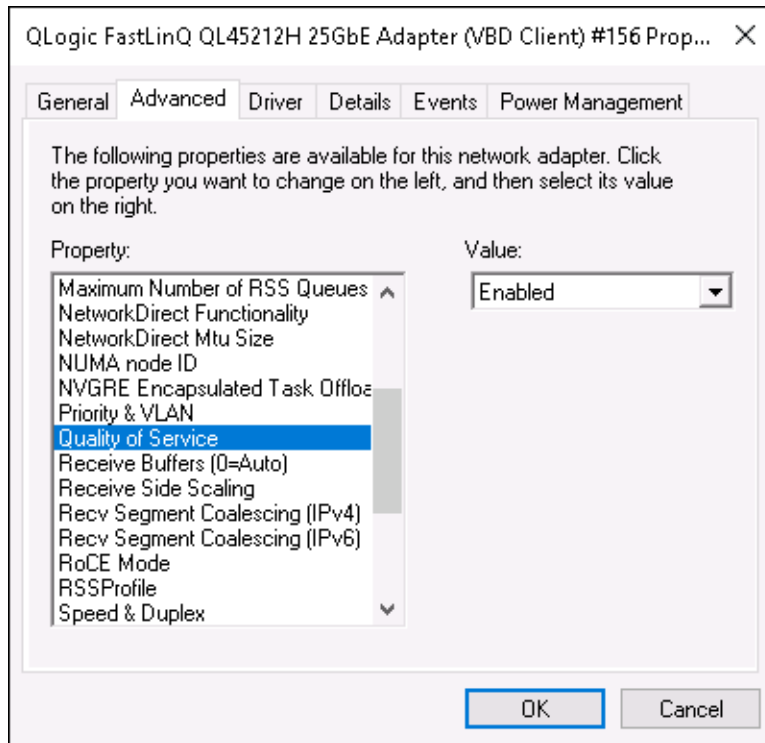

Figura 9-11. Advanced Properties (Propiedades avanzadas): Activación de QoS
- a. En la página Advanced Properties (Propiedades avanzadas) del adaptador (Figura 9-11) en **Property** (Propiedad), seleccione **Quality of Service** (Calidad de servicio) y después establezca el valor en **Enabled** (Activado).